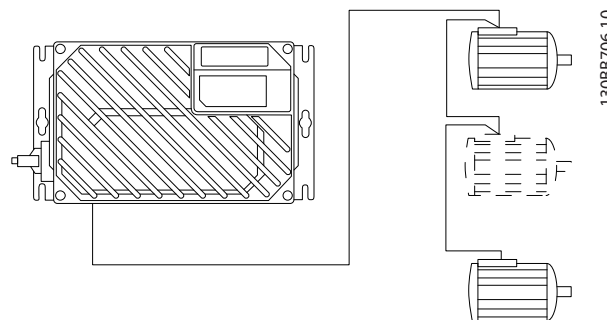

图 4.10 电机并联
- 仅在电缆较短（最长 10 米（32.8 英尺））时，才建议将系统电缆连接到一个公共接点（如图 4.10 所示）。